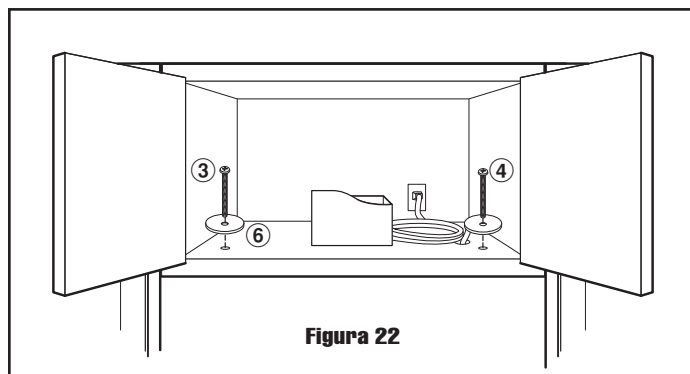

Figura 22
3. Utilice dos tornillos de gabinete superior y dos arandelas planas 6, suministradas en la TORNILLERÍA DE INSTALACIÓN, para fijar la unidad al gabinete superior. Vea la Figura 22.